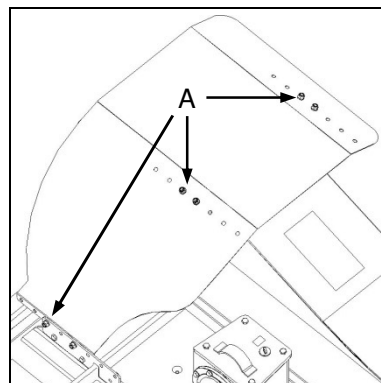

Fig. 7
- ✓ Remove the retaining bolts (Fig. 7-A), and reposition the deflector using the range of holes provided.
- ✓ Verwyder die klembout (Fig. 7-A) en herposisioneer die deflekteerplaat met gebruik van die reeks gaatjies wat voorsien is.